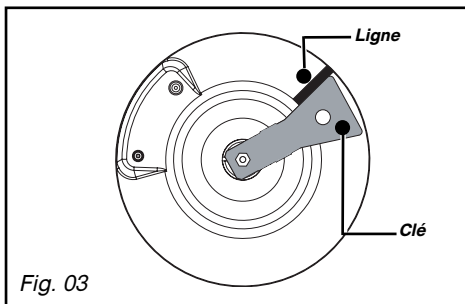

Fig. 03
- Tournez la clé dans le sens des aiguilles d'une montre jusqu'à ce que la ligne apparaisse de l'autre côté (Fig. 03).